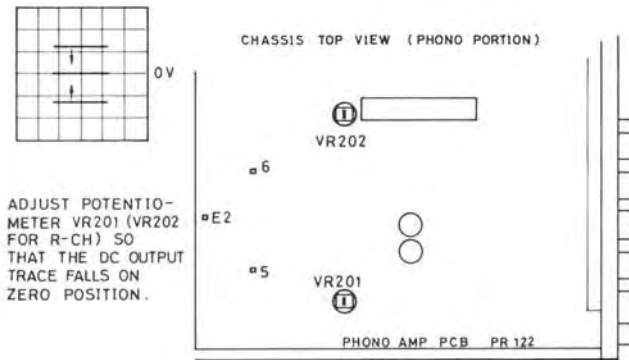

Fig. 6
2. Ajuster le potentiomètre VR201 pour le canal de gauche (VR202 pour le canal de droite) sur la plaquette PR-122 jusqu'à ce que la tension CC présente sur le point de mesure s'établisse à  $0 \pm 2\text{mV}$ . Voir Fig. 6.
- Adjust potentiometer VR201 for L-ch (VR202 for R-ch) on PR-122 p-c board until the DC voltage present at the test point is  $0 \pm 2\text{mV}$ . See Fig. 6.